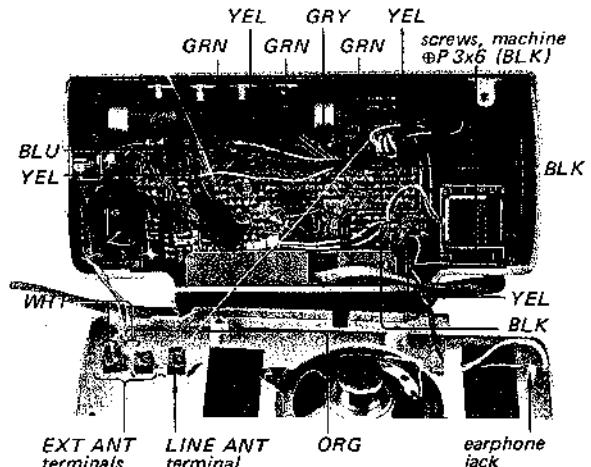

Fig. 2-3.
3. Ablöten des weißen Kabels am Anschluß EXT ANT, und des orangen Kabels am Anschluß LINE ANT (Fig. 2-3).
4. Ablöten des schwarzen, gelben und grünen Kabels von der Ohrhörerbuchse und der Platine (Fig. 2-3).
5. Ablöten der zwei grünen und der zwei gelben Kabel vom Netztrafo auf der Platine (Fig. 2-3).
6. Ablöten des schwarzen, blauen, grünen, grauen und gelben Kabel von den Micro-Schaltern auf der Platine (Fig. 2-3).
8. Lösen der 2 Schrauben in der Platine (Fig. 2-3).
9. Entfernen der Platine in Richtung Pfeiles (Fig. 2-3).